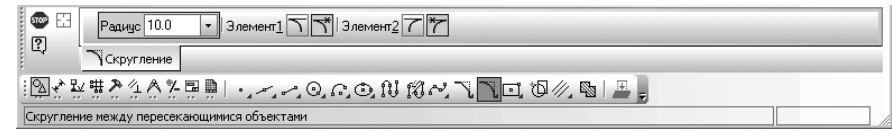

Рис. 4.28. Панель свойств: Скругление, Компактная панель и Строка сообщений
- щелкните в **Компактной панели** по кнопке  – **Скругление**. Появится соответствующая **Панель свойств: Скругление** (рис. 4.28);